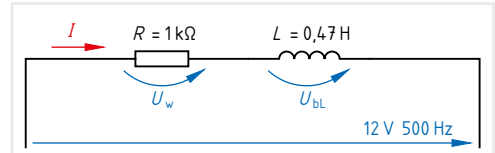

Bild 3: Reihenschaltung aus R und X_L
7. Berechnen Sie für die RL-Reihenschaltung (**Bild 3**) **a)** den induktiven Blindwiderstand X_L , **b)** den Scheinwiderstand Z , **c)** den Strom I und **d)** den Wirkfaktor $\cos \varphi$.